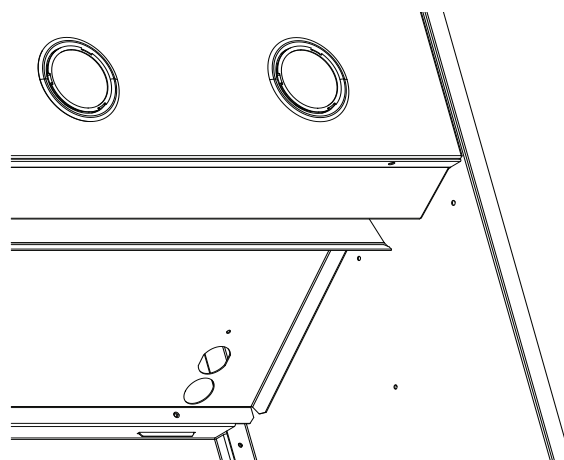

Figura 4: Cableado a través de la pieza principal
- Pase la manguera por el agujero de la pieza principal (*Figura 4*).